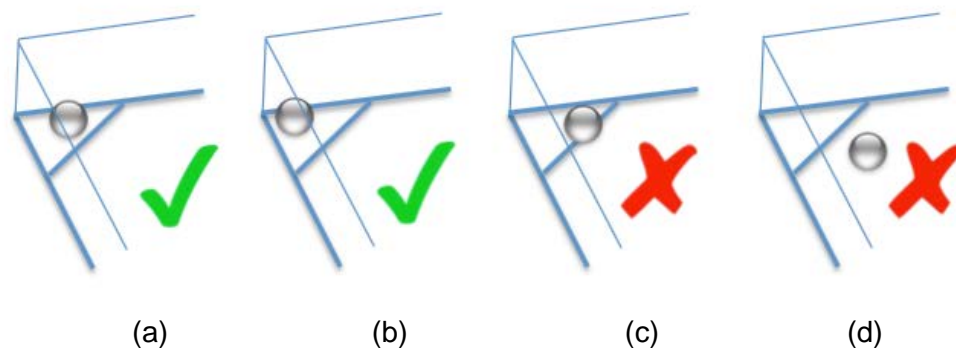

Figura 11 - Formas corretas (a e b) e incorretas (c e d) de posicionar a vítima na área de resgate.
6.12 A vítima será considerada resgatada, caso seja colocada na área de resgate, conforme os itens (a) e (b) da Figura 11.